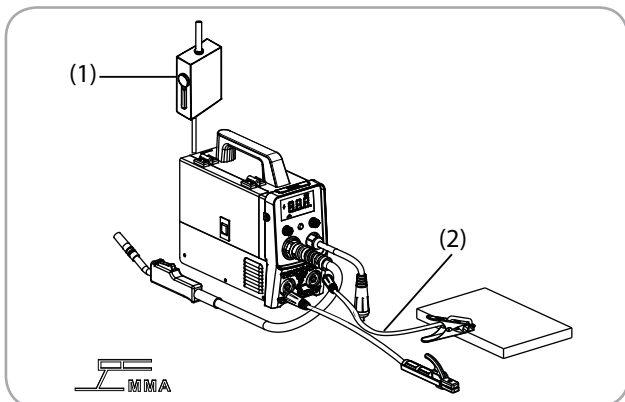

Fig.8
- Se va conecta aparatul la cutia de distribuție Fig 8 (1)
- Electrocul se va monta la terminalul negativ Fig 8 (2)